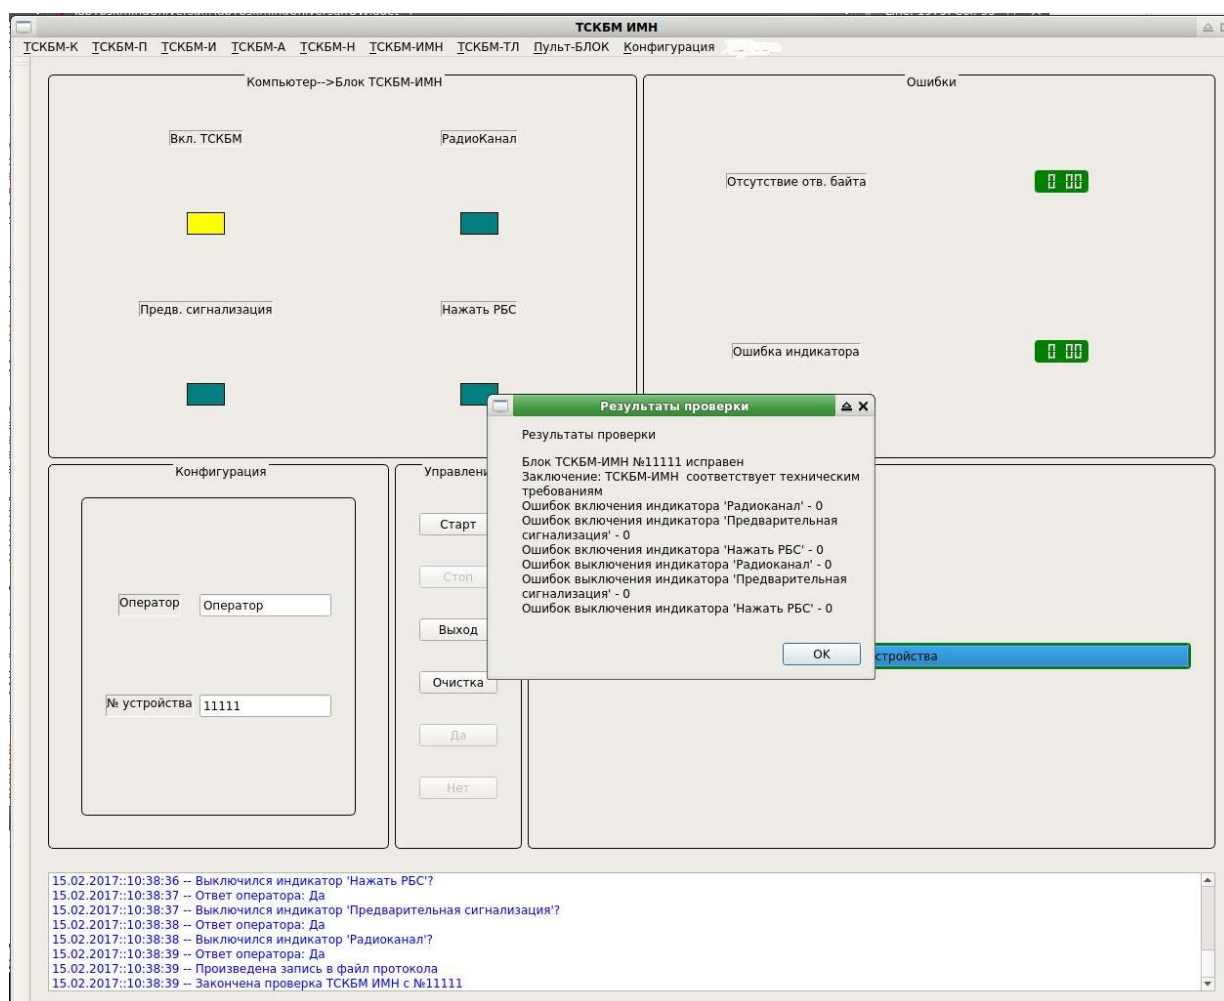

Рисунок 3.2.10.5 - Сообщение системы о результате проверки блока ТСКБМ-ИМН НКРМ.468383.008
5) Критерием исправного состояния блока ТСКБМ-ИМН является сообщение программы «Блок ТСКБМ-ИМН исправен» (рисунок 3.2.10.5). В случае неисправного блока ТСКБМ-А появится сообщение о неисправности и в контролируемых параметрах на панели, и в протоколе по п.3.2.10.2(8) будет указана информация о выходе параметра за допустимые пределы.